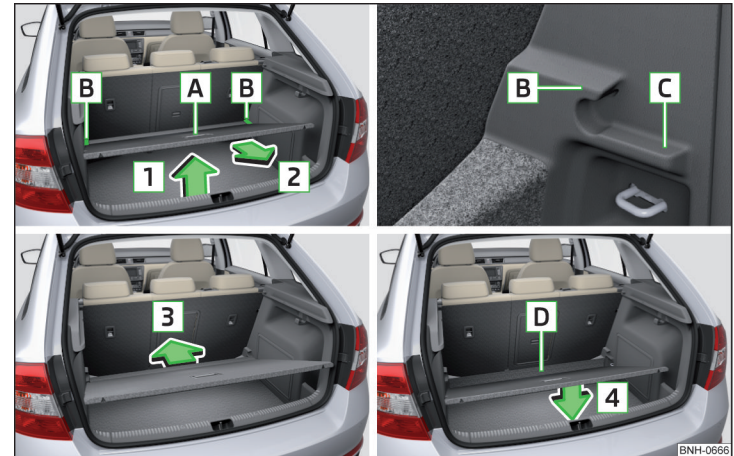

Abb. 97 Variablen Ladeboden in die obere/untere Position einstellen
- Den variablen Ladeboden am Griff **A** in Pfeilrichtung **1** anheben und teilweise in Pfeilrichtung **2** verschieben » Abb. 97.